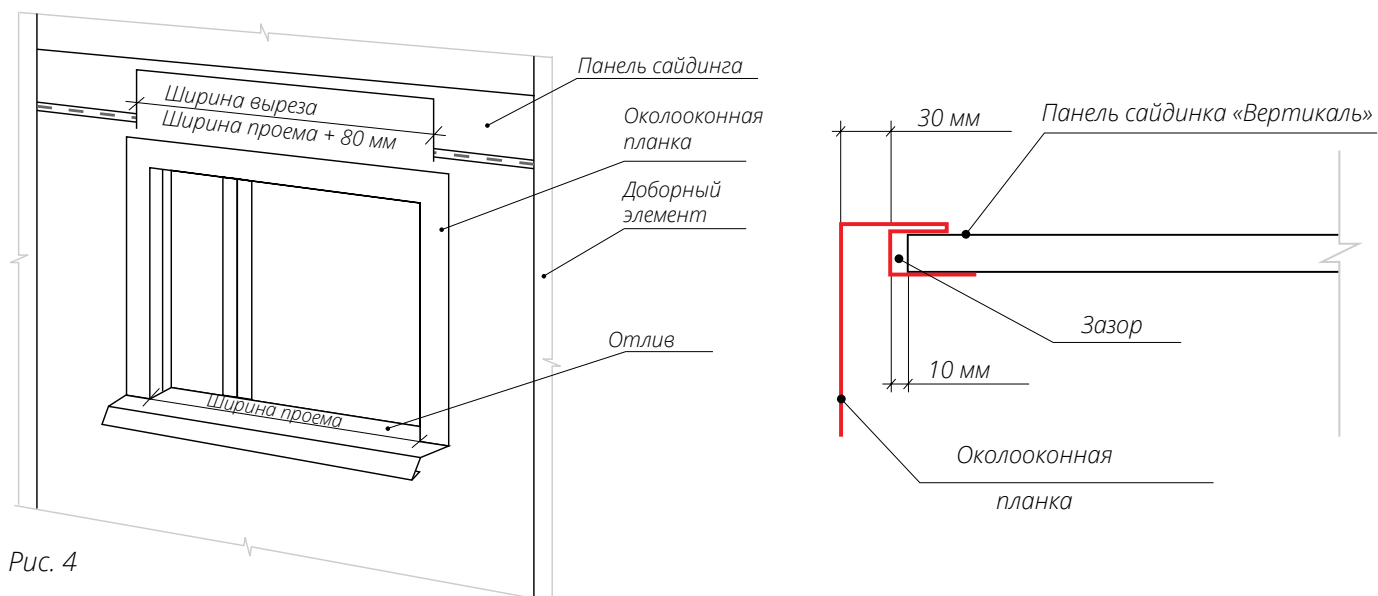

Рис. 4
- Подготовьте панели, примыкающие к проему сверху. Если под проемом не установлен Н-профиль, вырез делается на ширину оконного проема с учетом размера Околооконной планки и зазора, необходимого для того, чтобы можно было вставить панель в Околооконную планку (рис. 4).
необходимый вырез, как показано на схеме (рис. 4). Вырез должен быть шире проема на 80 мм. Глубина выреза должна позволить смонтировать панель без зазоров и деформаций.